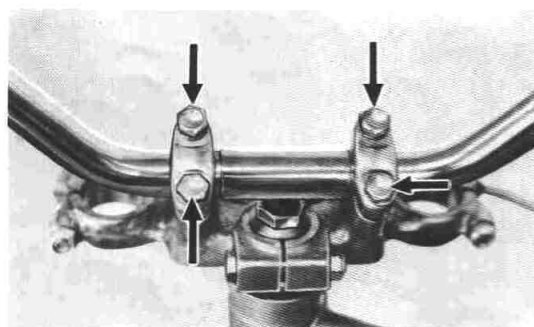

Fig. 5-8-2
7. Enlevez le guidon et placez-le de côté. (Fig. 5-8-2)